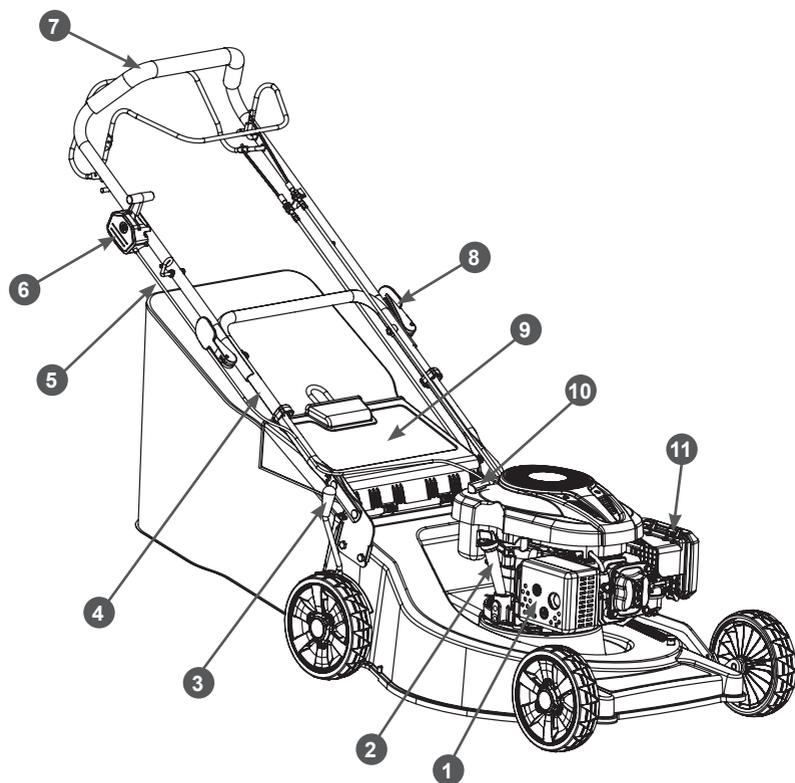
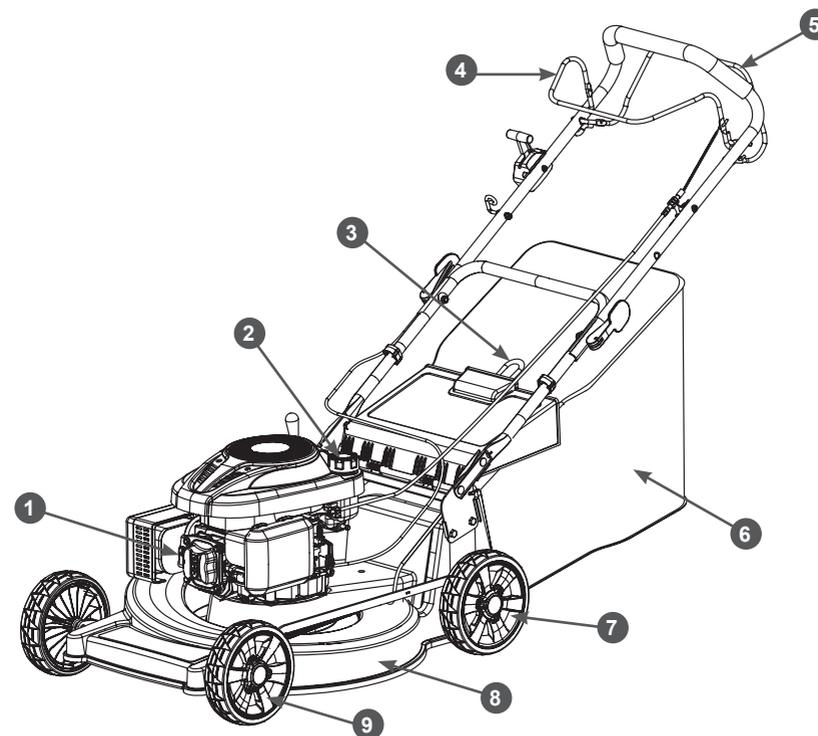
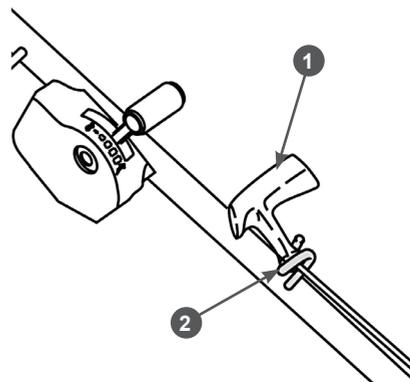

Рис. 1 Расположение основных узлов и органов управления (вид справа)
Рис. 2 Расположение основных узлов и органов управления (вид слева)
Рис. 10 Крепление ручки стартера на рукоятке
Расположение основных узлов и органов управления показано на Рис. 1, 2.
9. Закрепите ручку стартера на кронштейне 5 (Рис. 1). Для этого нажмите рычаг 4 остановки двигателя (Рис. 2) и медленно потяните за ручку стартера, чтобы вытянуть шнур из корпуса стартера на требуемую длину. Затем пропустите шнур стартера через витки кронштейна и отпустите ручку стартера. Ручка стартера должна зафиксироваться на кронштейне, как показано на Рис. 10.